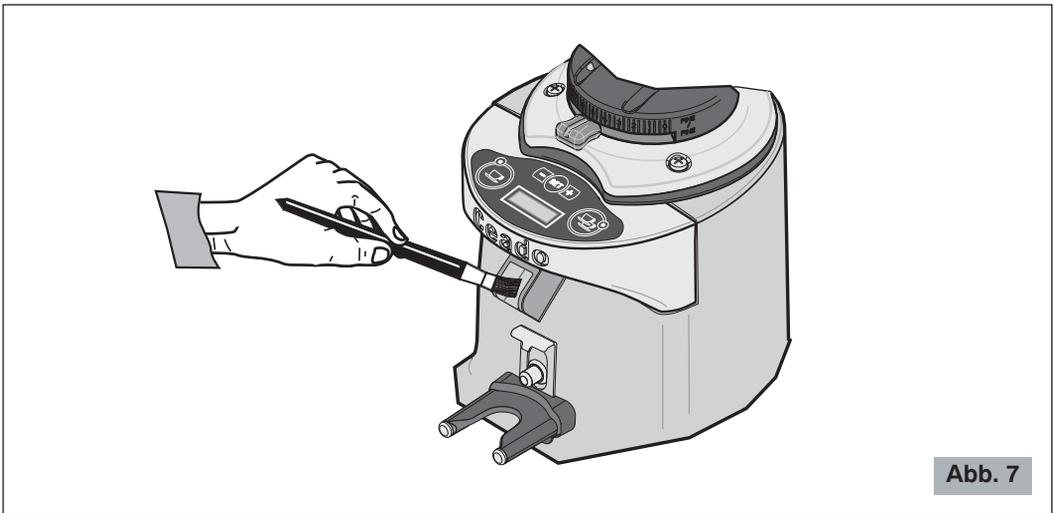

Abb. 7
- Für schwer zugängliche Bereiche eine Bürste oder Pinsel (Abb. 7) zur Reinigung benützen und für die anderen Oberflächen ein trockenes Tuch.